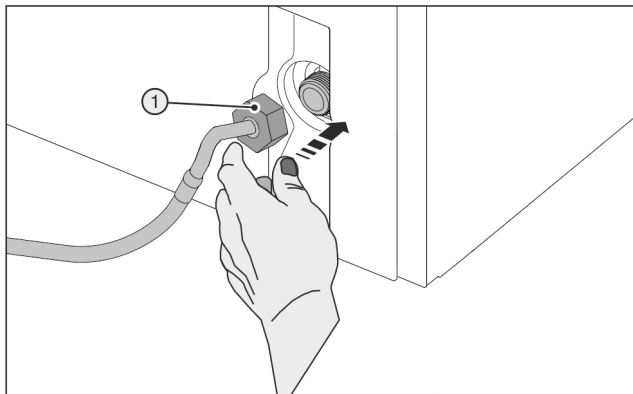

Fig. 29
- ▶ Sätt försiktigt på muttern Fig. 29 (1) och skruva den rakt på gängorna.
- ▶ Skruva försiktigt på muttern Fig. 29 (1) med två fingrar på gängorna tills den sitter stadigt.
- ▶ Verktyg (5) får enbart användas vid rumstemperatur.
- ▶ Dra muttern Fig. 29 (1) med en momentnyckel (5) till angivet åtdragningsmoment (5).